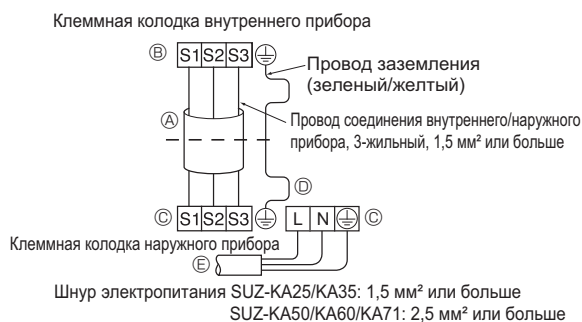
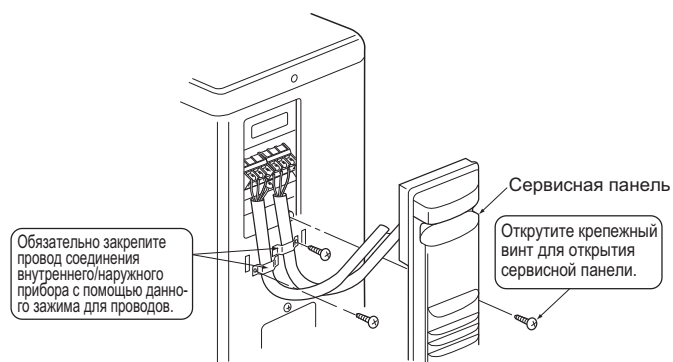
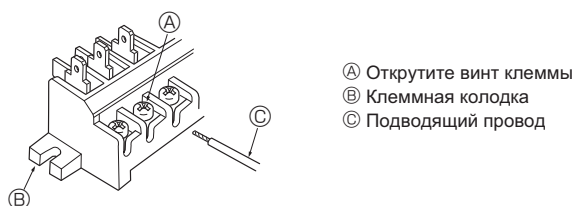

Рис. 6-2
Рис. 6-3
Рис. 6-4
### 6.1. Наружный прибор (Рис. 6-1, Рис. 6-2, Рис. 6-3, Рис. 6-4)
- ① Снимите сервисную панель.
- ② Проложите кабели в соответствии с Рис. 6-1, Рис. 6-2, Рис. 6-3 и Рис. 6-4.
- Проложите проводку в соответствии со схемой слева внизу. (Приобретите кабель на месте) (Рис. 6-2)
- Будьте внимательны и подключайте провода правильно. (Рис. 6-4)